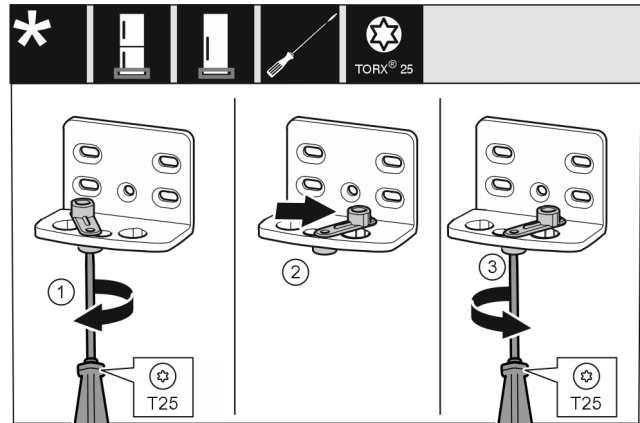

Fig. 13
- ▶ За допомогою викрутки T25 послабте гвинт. Fig. 13 (1)
- ▶ Допоміжний засіб для закривання дверцят підніміть і поверніть в отворі праворуч на 90°. Fig. 13 (2)
- ▶ За допомогою викрутки T25 закрутіть гвинт. Fig. 13 (3)